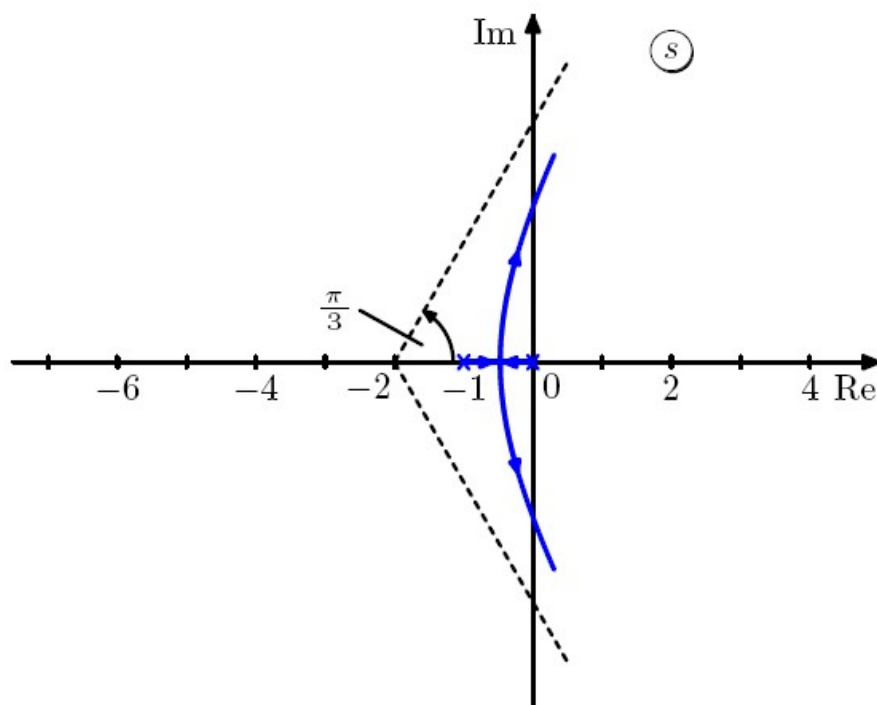

Abbildung 2.1: unvollständige Wurzelortskurve
- a) Ermitteln Sie anhand der unvollständigen Wurzelortskurve aus Abbildung 2.1 die Übertragungsfunktion des offenen Kreises so, dass diese Übertragungsfunktion für $k = 1$ die Verstärkung 1 besitzt und zeichnen sie den fehlenden Ast der Wurzelortskurve in das entsprechende Diagramm in den Lösungsblättern ein.